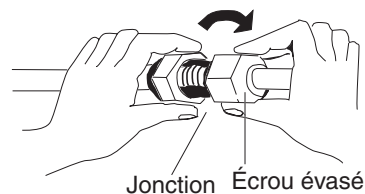

Fig. 6-5
- (3) Afin de garantir une connexion correcte, alignez le tube de jonction et le tube évasé, puis vissez l'écrou d'abord légèrement pour permettre une adaptation en douceur. (Fig. 6-5)